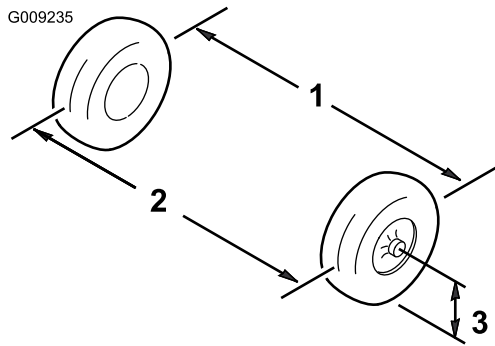

图 55
1. 以轮轴的高度为标准、分别测出两个前轮的轮前距离和轮后距离 (图 55)。